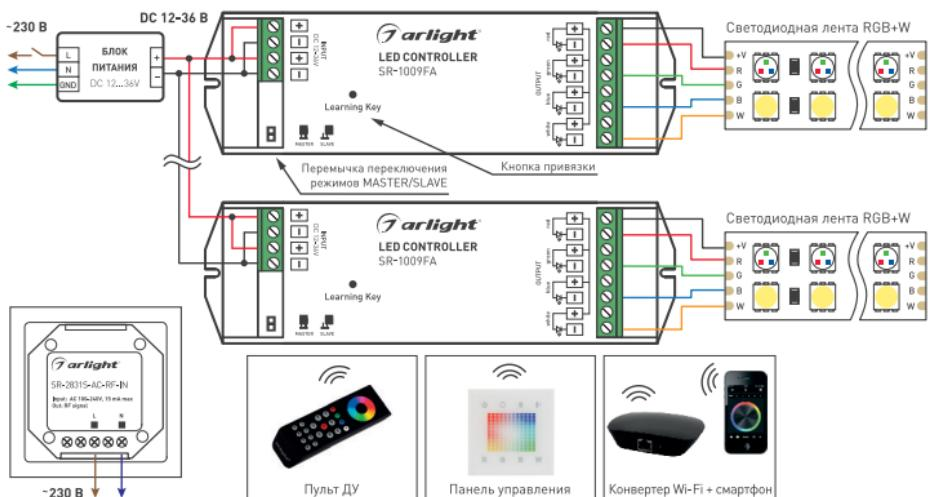

Рисунок 2. Схема подключения оборудования на примере контроллера SR-1009FA.
- Подключите контроллеры и светоиздийную ленту (см. инструкции к используемому оборудованию). Пример подключения оборудования приведен на Рис. 2.